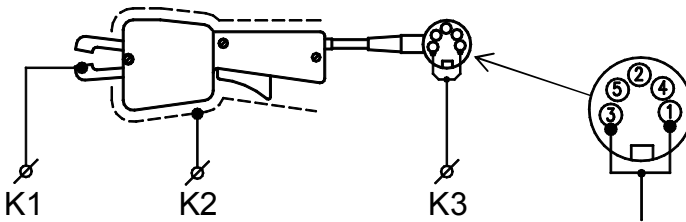

Рисунок 17
7.7.4.3 Обернуть корпус клещей фольгой, рисунок 17, образовав контакт К2, магнитопровод клещей – контакт К1, выходные контакты проводников клещей, образовав контакт К3.